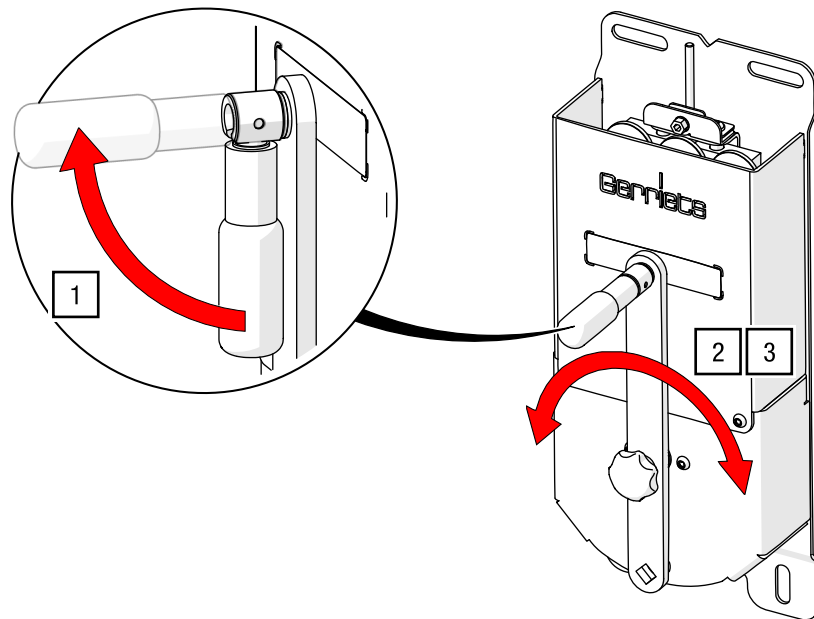

Abb. 137: HAND-DRIVE – Griff umklappen und bedienen
1. Klappen Sie den Handgriff in die Waagerechte (siehe Abb. 137).
2. Drehen Sie die Handkurbel, um die angebrachten Lasten via Zugseil zu bewegen (siehe Abb. 137).